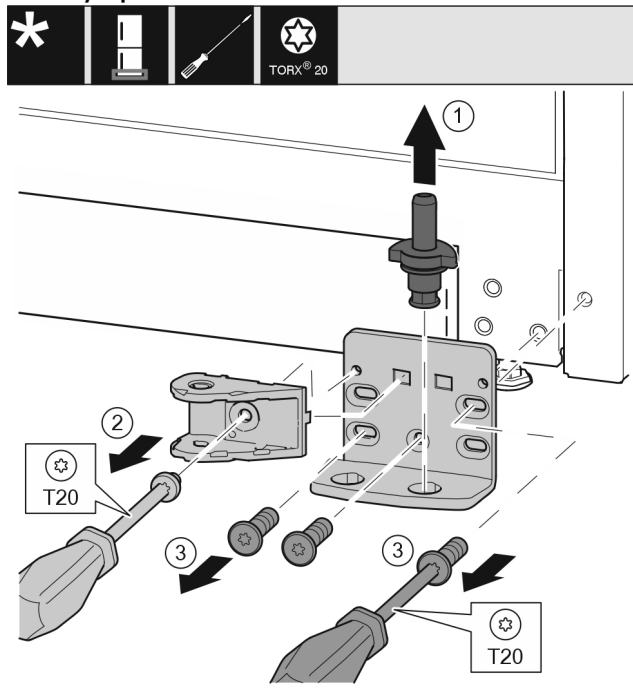

Fig. 34 *
- ▶ Опорный палец полностью извлеките движением вверх. Fig. 34 (1)*
- ▶ Открутите винт отверткой T20 и снимите соединительный элемент амортизатора. Fig. 34 (2)
- ▶ Открутите винты отверткой T20 и снимите опорный кронштейн. Fig. 34 (3)*